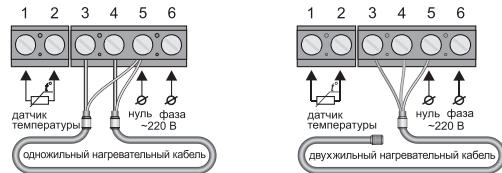

Рис. 29
Если у Вас 2-х проводная электрическая сеть (без проводника заземления), экран нагревательной секции подключается к нейтральному проводнику (N) сети питания, на клемму 5 (рис. 29).